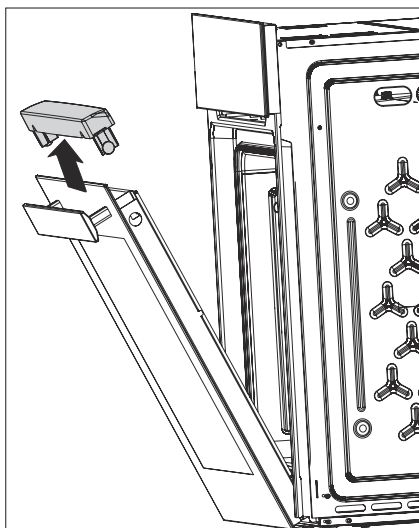

Fig. 33
9. ➤ Remove the door top plastic (Fig. 33).